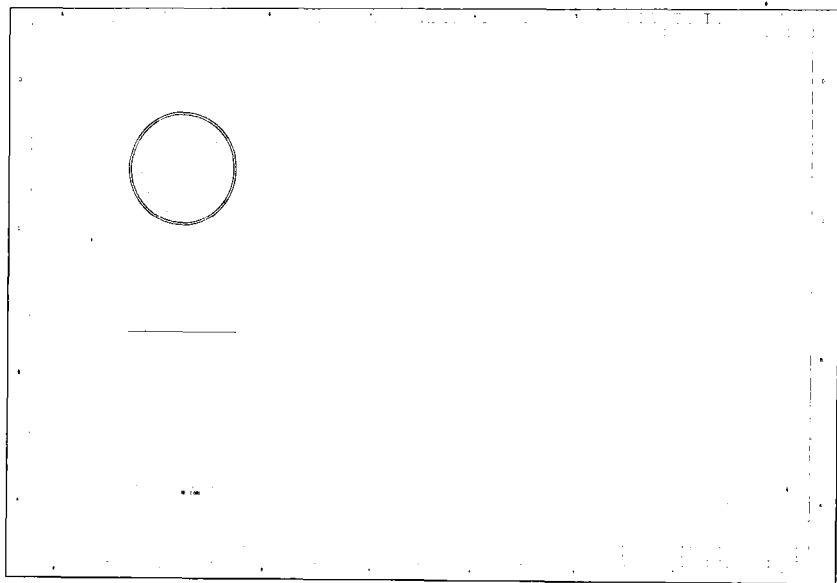

图 1.15 两个视图
(4) 选择【插入】|【绘图视图】命令，在弹出的菜单管理器中视图类型下选择【投影】选项，接受其余的默认选项，单击【完成】，单击工作区左上角，此时，在工作区会出现如图 1.15 所示的图形。